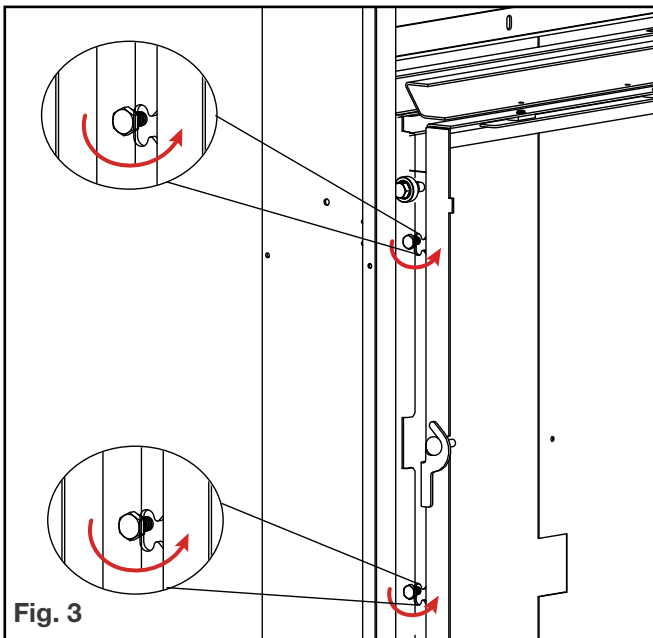

Fig. 3
4. Desserrez les deux vis sur le côté gauche du cadre de porte qui le fixent au support de rail en V (**Fig. 3**). Les vis n'ont pas besoin d'être complètement retirées, juste assez desserrées pour faire glisser la porte.
6. Centrez et appliquez le joint d'étanchéité sur le bord de la vitre. Assurez-vous que le joint d'étanchéité forme une boucle continue autour du périmètre de la vitre de remplacement. (FIG.3)